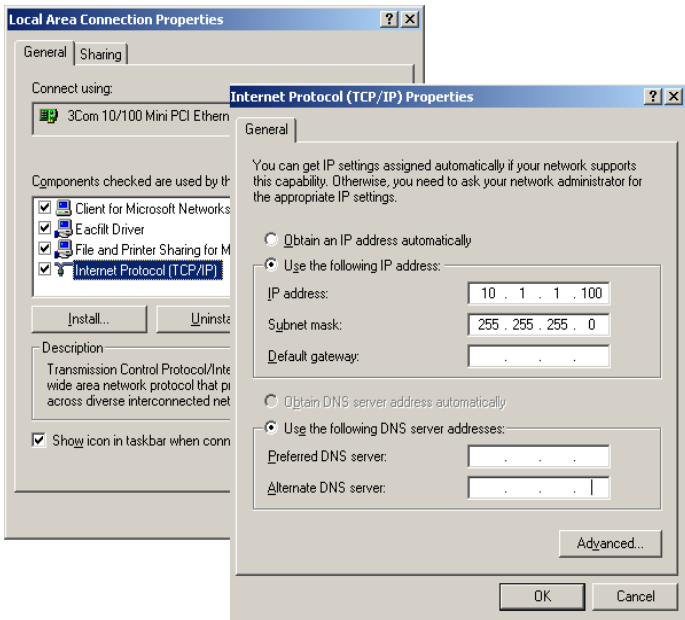

Figura 12 Finestra di configurazione TCP/IP
- 5 Rivolgersi al reparto IT per richiedere un indirizzo IP valido, un nodo di transito, una subnet mask e un server DNS e WINS nel caso in cui il PC utilizzato sia collegato ad una rete locale. Se la rete è interna e non è collegata ad altre reti, è possibile usare le impostazioni riportate nella Tavola 5 a pagina 45. In questo caso, non è necessario configurare gli indirizzi IP di gateway, DNS e WINS, poiché non sono previsti collegamenti da altri punti della rete. La Figura 12 a pagina 45 mostra un esempio di configurazione TCP/IP su Windows 2000.